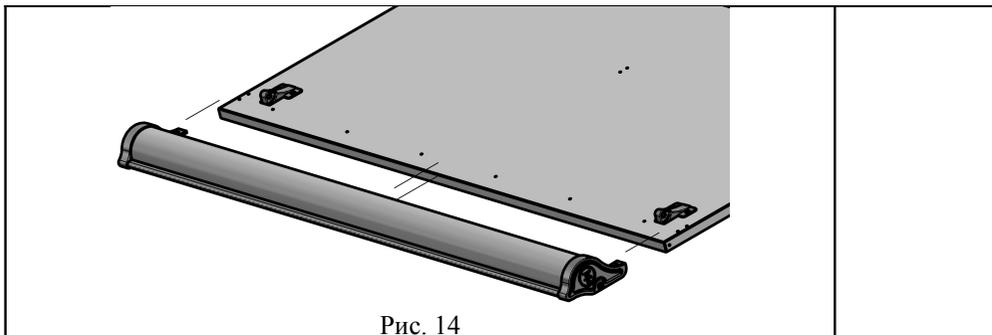

Рис. 14
4.6.4. Сборку по п. 4.6.3. установить на столешницу (поз. 5) и закрепить саморезами с прессшайбой (поз. 2, пакет № 29), см. рис. 14, 14а.
Рис. 14а